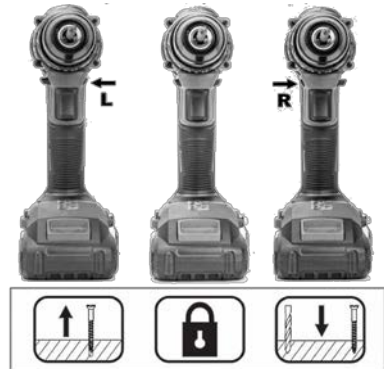

Рисунок 5
4.5 Перемикач реверсу/блокування пускової кнопки (рисунок 5)